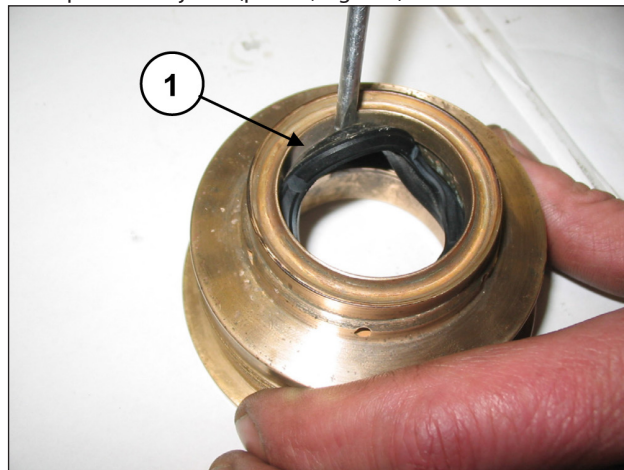

Fig. 148
Para quitar la junta de baja presión, es necesario utilizar un espesímetro o una herramienta que no dañe el alojamiento del soporte de la junta (pos. ①, Fig. 148).